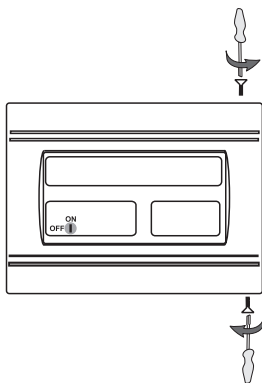

Figure 2.
- Dévissez les deux vis (voir la figure 2).